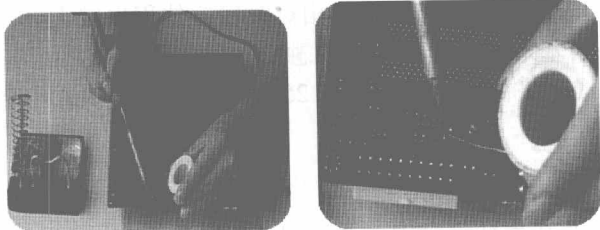

图 1-7 烙铁头成 45 度角接触焊盘或元件脚
步骤② 手握烙铁头成 45 度角，接触焊盘和元件脚，如图 1-7 所示。预先给元件脚和焊盘加热，烙铁头的尖部不可顶住 PCB 板无铜皮位置，这样有可能将 PCB 板烧出一条痕迹，烙铁头最好顺线路方向且不可塞住引脚孔，预热时间为 1~2 秒。